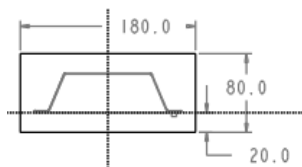

图 12.4 截面草图
(1) 选择命令。单击 **模具** 功能选项卡 **形状** 区域中的  **拉伸** 按钮。
(2) 创建实体拉伸特征。
① 定义草绘截面放置属性。在绘图区中右击，从系统弹出的快捷菜单中选择 **定义内部草绘** 命令。然后选择 MOLD_FRONT 基准平面作为草绘平面，草绘平面的参考平面为 MOLD_RIGHT 基准平面，方位为 **右**，单击 **草绘** 按钮。至此，系统进入截面草绘环境。
② 进入截面草绘环境后，选取 MOLD_RIGHT 基准平面和 MAIN_PARTING_PLN 基准平面为草绘参考，单击 **关闭(C)** 按钮，然后绘制图 12.4 所示的截面草图。完成截面草图的绘制后，单击“草绘”操控板中的“确定”按钮 。
③ 选取深度类型并输入深度值。在操控板中选取深度类型 （即“对称”），再在深度文本框中输入深度值 70.0，并按 Enter 键。
④ 完成特征。在“拉伸”操控板中单击 按钮，完成特征的创建。